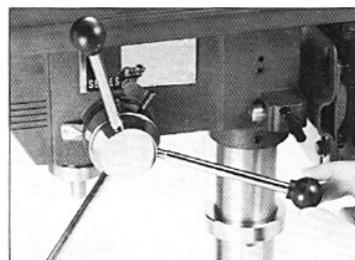

図5
⑬ハンドルシャフトの先端にカバーを差し込み、3カ所の穴に差し込んで下さい。図5